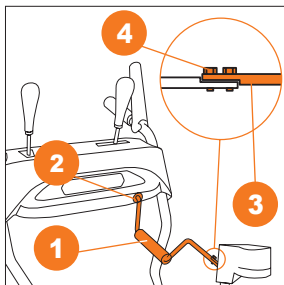

Рис. 14
- Вставьте один конец рукоятки поворота желоба **1** в отверстие **2** на панели оператора (Рис. 14).
- Соедините второй конец рукоятки с поддерживающей штангой **3** с помощью двух болтов **4** (Рис. 14). Для модели **S 7565** образца 2021-2022 г выпуска соединение производится при помощи шплинта.